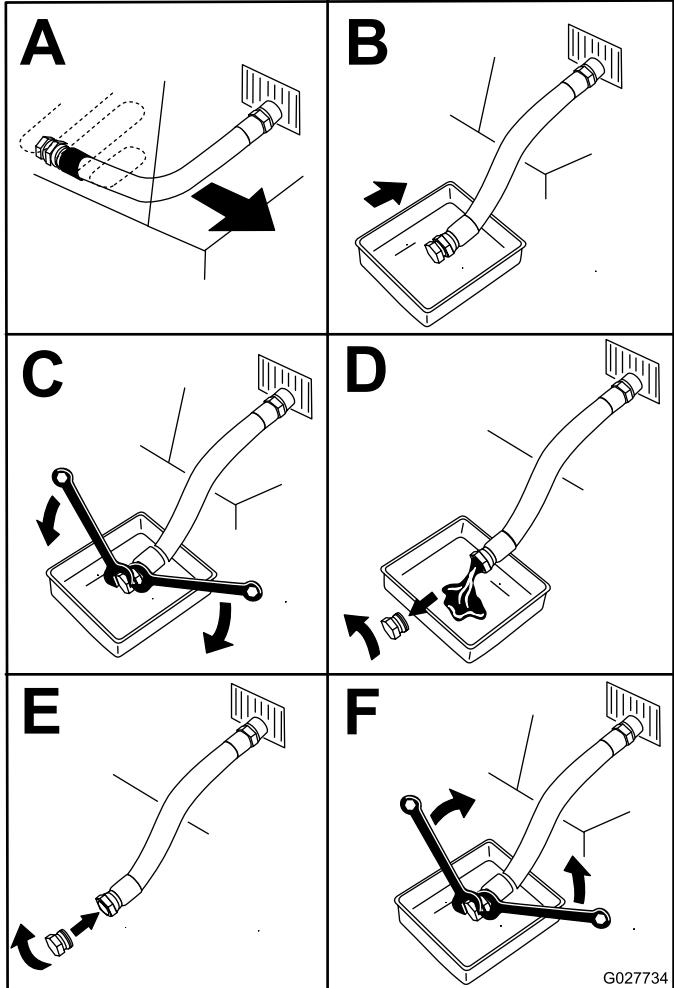

Figure 51
4. Vidangez l'huile moteur, comme montré à la Figure 51.